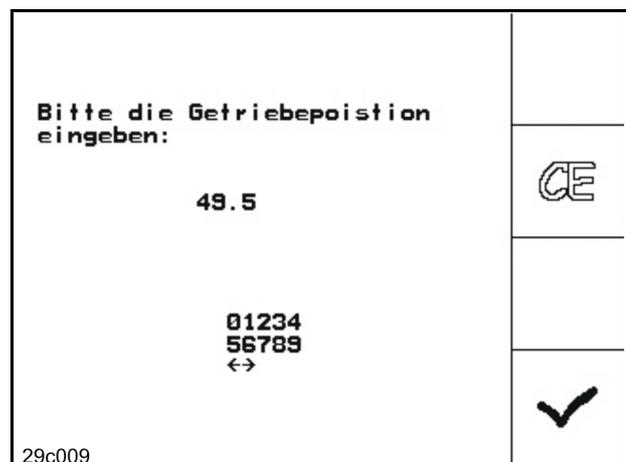

Fig. 72
-  confirmar los ajustes y registrar el valor de escala indicado por la palanca del engranaje sobre la misma, en la ventana de menú que se abre (Fig. 72).